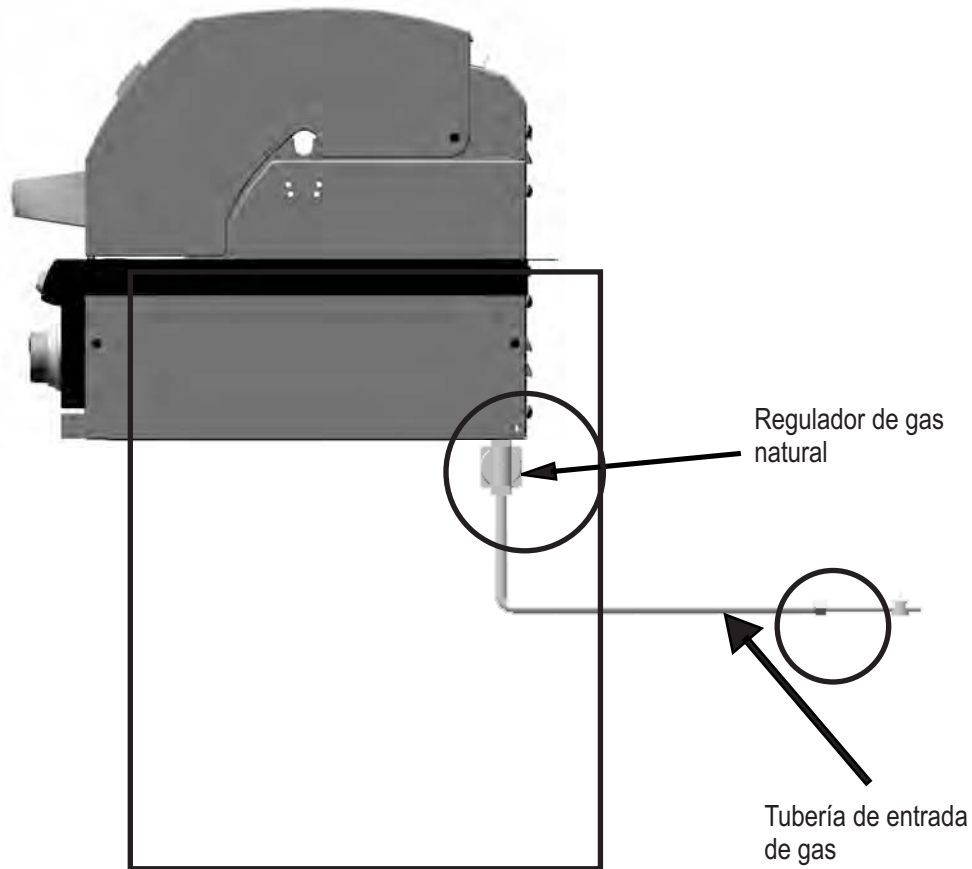

Figura 9
3. Use una brocha para pintar limpia y una solución de agua jabonosa suave 50/50. Aplique la solución jabonosa en las áreas indicadas. (Vea la Figura 9).